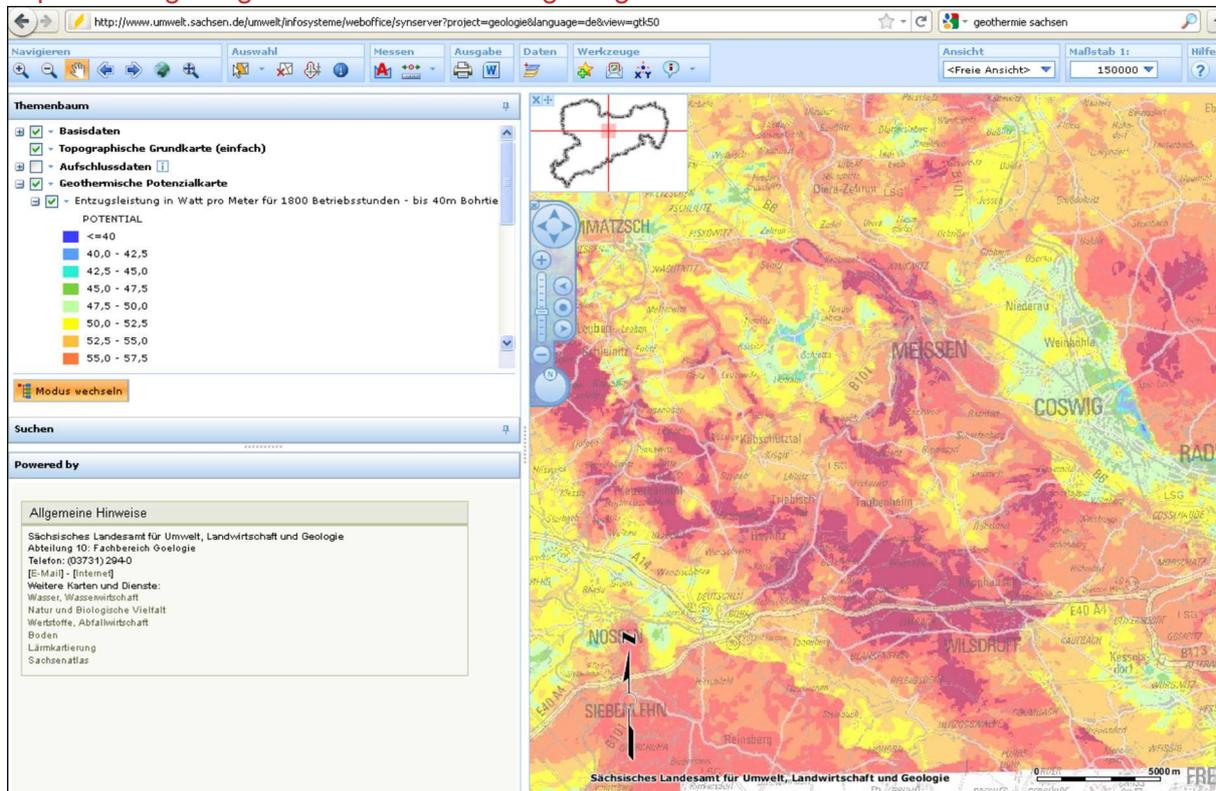

Abb. 6: Interaktive Geothermische Karte GTK 50.
**Die Nutzung stellt sich wie folgt dar (siehe Abb. 6):** Links oben befindet sich der „Themenbaum“ mit auswählbaren Layern. Durch Auswahl können die gewünschten Themen sichtbar